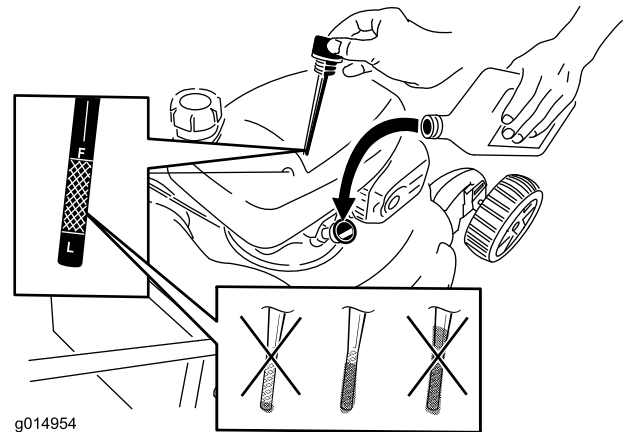

Figure 26
8. Versez de l'huile **lentement** dans le tube de remplissage jusqu'à ce que le liquide atteigne le repère maximum (**Full**) sur la jauge (Figure 26). **Ne remplissez pas excessivement.** (Niveau max. : 0,55 l, **type : Huile automobile SAE 30** de classe de service API SL, SM ou supérieure. À défaut d'huile SAE 30, de l'huile SAE 10W30 peut être utilisée).